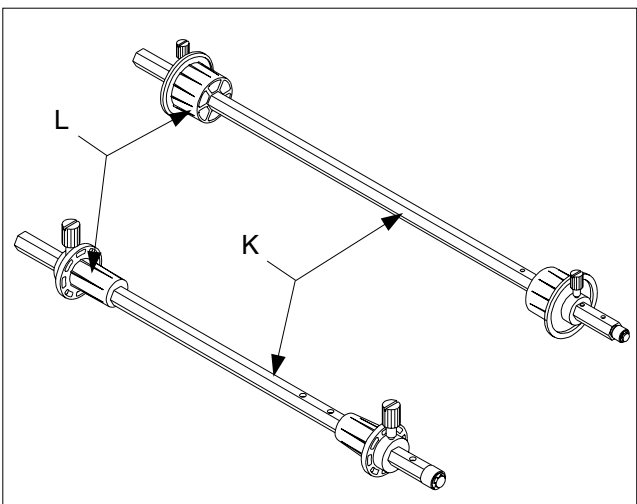

Fig. 6
**K. FILM SHAFT:** The film shaft holds the film supply on the machine, (Figure 6).
**L. LOCKING CORE ADAPTORS:** Hold and lock the rolls of film on the shafts to prevent side to side shifting, (Figure 6).
**K. FOLIENWELLE:** Hält die Folienufzehr auf dem Gerät (Abb. 6).
**L. SICHERUNGSDAPTER:** Damit werden die Folienspulen auf den Wellen gehalten und gesichert und ein seitliches Verschieben vermieden (Abb. 6).
**K. FILMKOKER:** De filmkoker houdt de filmvoorraad vast in de machine (zie afb. 6).
**L. VERGRENDDEL-KERNADAPTERS:** Houden de filmrollen vast en vergrendelen ze op de filmkoker om zijwaarts verschuiven te voorkomen (zie afb. 6).
**K. AXE:** l'axe maintient la bobine de film et les mandrins permettent de maintenir les bobines de film sur la machine (Figure 6).
**L. ADAPTATEURS DE FIXATION:** Tenez et fixez les rouleaux de film sur les axes afin d'éviter que ces derniers ne glissent d'un côté ou de l'autre (Figure 6).